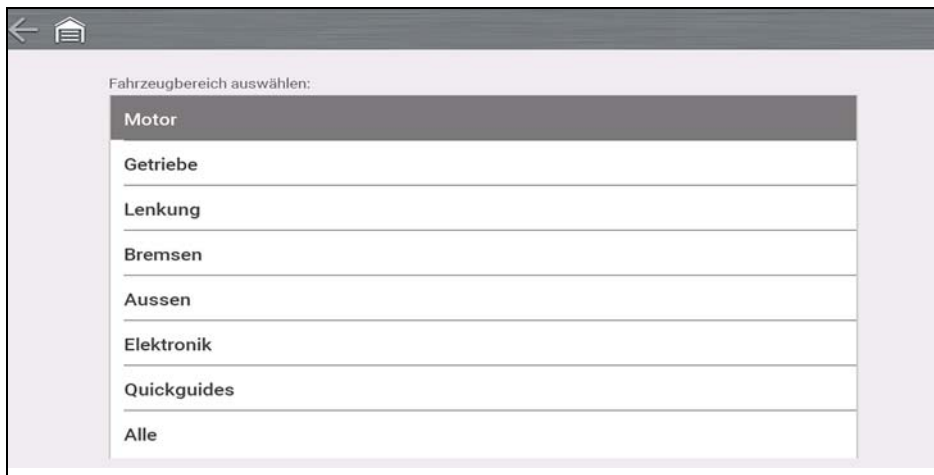

Abbildung 8-5
2. Wählen Sie einen Fahrzeugbereich, (z. B **Motor**, **Getriebe**, **Bremsen** etc.) (Abbildung 8-5).